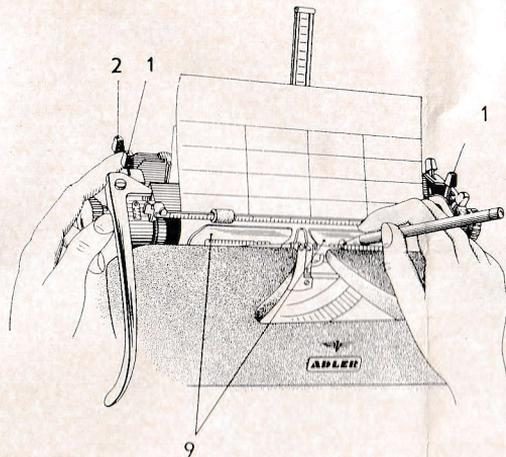

Abb. 6
Fall empfiehlt sich, die Arretierung aufzuheben, indem man den Walzenlöser (2) nach vorn legt (Abb. 6).